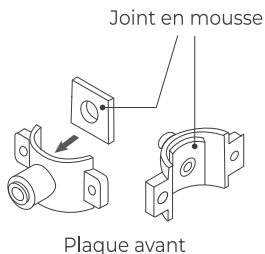

Figure 8
a. Coller le joint en mousse sur la plaque avant du sabot de vidange. Assurer que le trou du joint en mousse est aligné avec celui de la plaque avant (**Figure 8**).